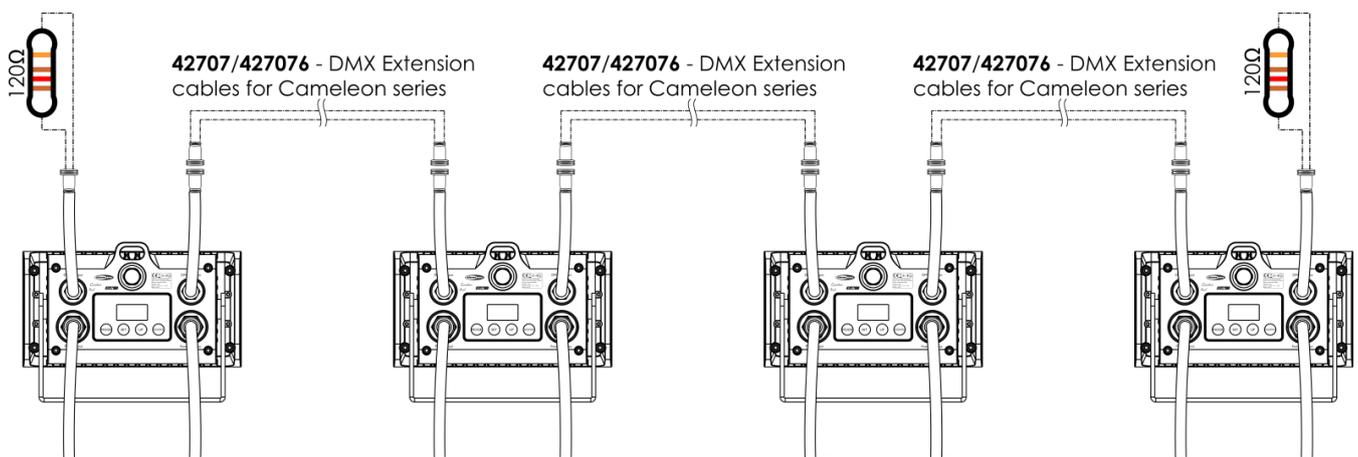

Fig. 03
- 04) Collegare le unità come indicato nella Fig. 03. Collegare la presa DMX "out" della prima unità alla presa DMX "in" della seconda unità, servendosi di un cavo-prolunga DMX 42707/427076. Collegare la seconda, terza e quarta unità servendosi del cavo di prolunga DMX 42707/427076. Sarà possibile usare le stesse funzioni sul dispositivo master di quelle descritte a pagina 17 e 18 (Programma auto, Programmi integrati, Modalità colore manuale). Ciò significa che sul dispositivo master sarà possibile impostare la modalità di funzionamento desiderata e che tutti i dispositivi slave risponderanno esattamente come il dispositivo master.